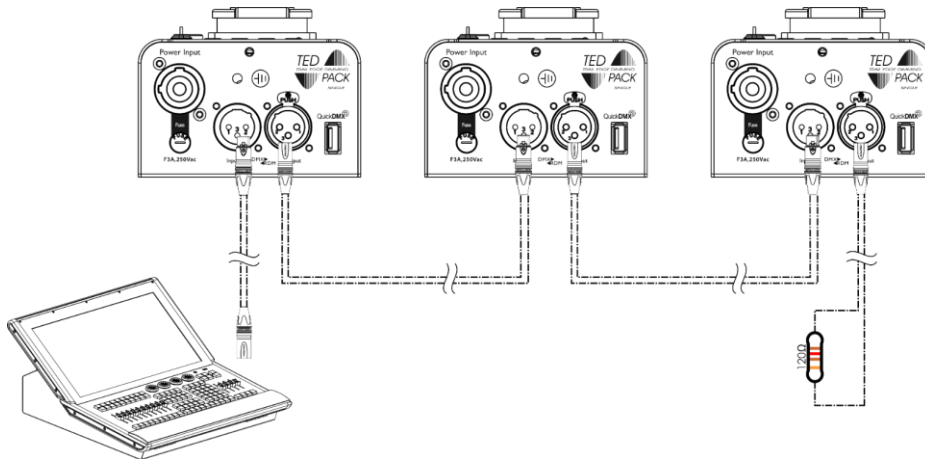

Fig. 09
- 01) Utilice un cable DMX de 3 clavijas para conectar el conector DMX Output (salida) del controlador de iluminación al conector DMX Input (entrada) del primer dispositivo. El **indicador LED DMX (A)** del **panel de control (03)** se iluminará.
- 03) Repita el paso 2 para todos los dispositivos de la conexión en cadena como se indica en la Fig. 09.